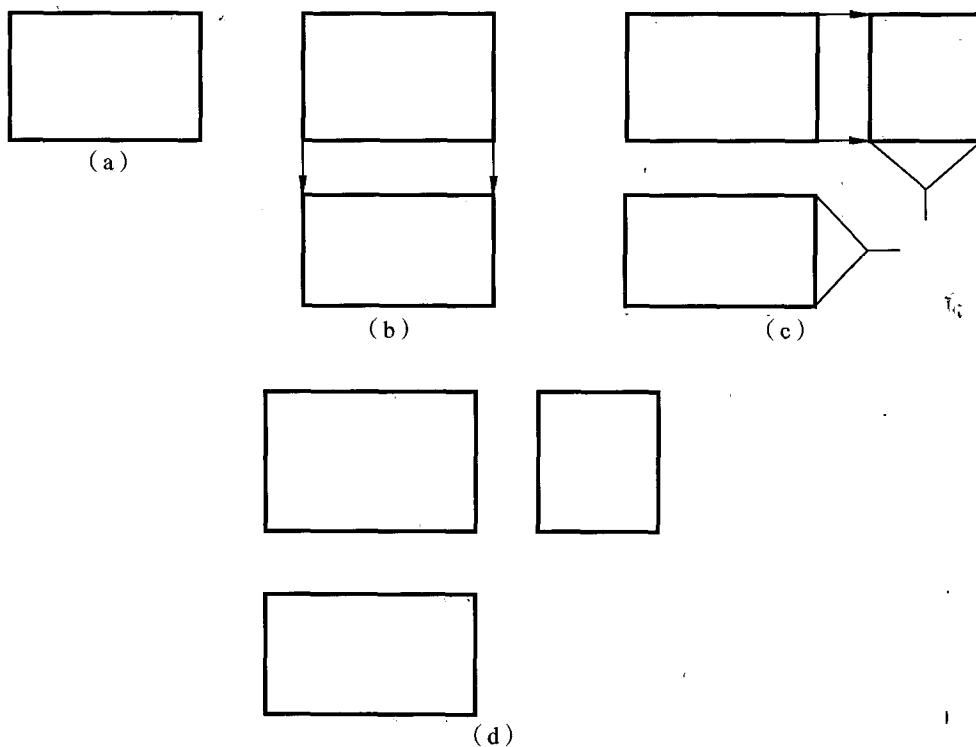

图 1-18
- (2)假想将物体置于三面投影体系中放正,按正投影法向各投影面投影；
- (3)用细实线绘制主视图,如图 1-18(a)所示；
- (4)按“长对正”关系绘制俯视图,并注意与主视图保持一定的间距,如图 1-18(b)所示；
- (5)按“高平齐与宽相等”的关系绘制左视图,同样应与主视图保持一定的间距,保证宽相等的方法。建议:用圆规截取,如图 1-18(c)所示；
- (6)检查全图,擦去多余图线,加深描粗轮廓线,完成全图,如图 1-18(d)所示。